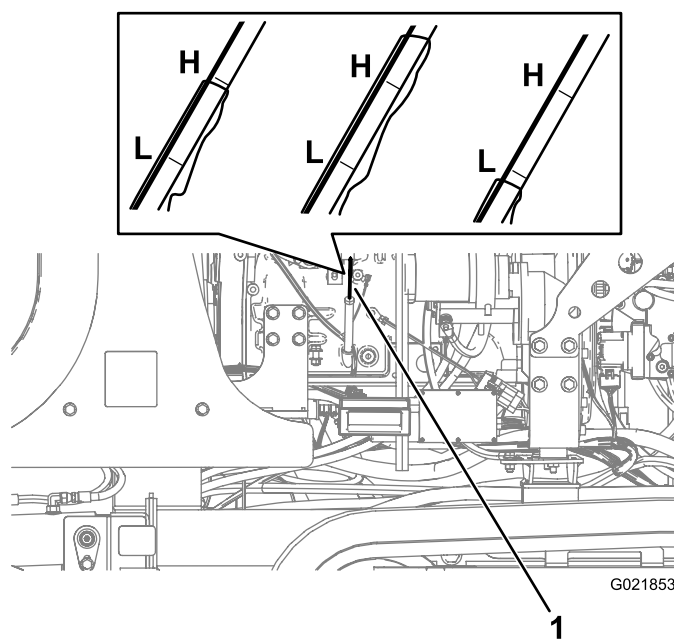

Figura 84
3. Remova a vareta de nível (Figura 84) e limpe-a com um pano.